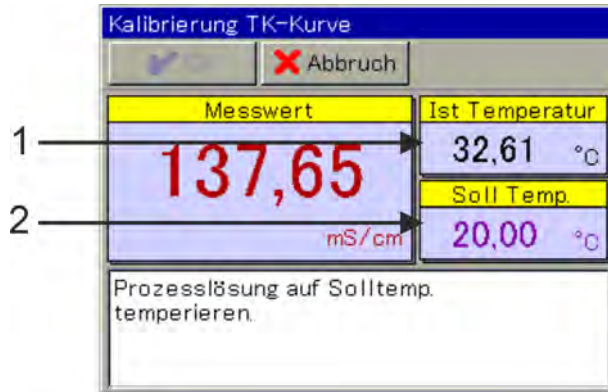

Abb. 73: Kalibrierung der TK-Kurve
3. ▶ Bringen Sie die Temperatur der Messlösung nacheinander auf die abgefragten Sollwerte. Es werden sechs Temperaturen abgefragt. (Siehe Abb. 73 .)